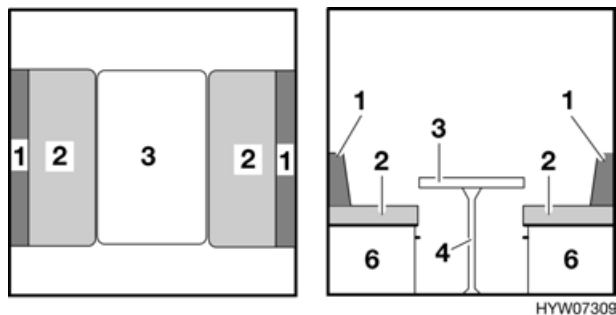

Fig. 29 Prima della trasformazione
- Sollevare il piano del tavolo (Fig. 29,3) e il piede del tavolo (Fig. 29,4) e porli a lato.